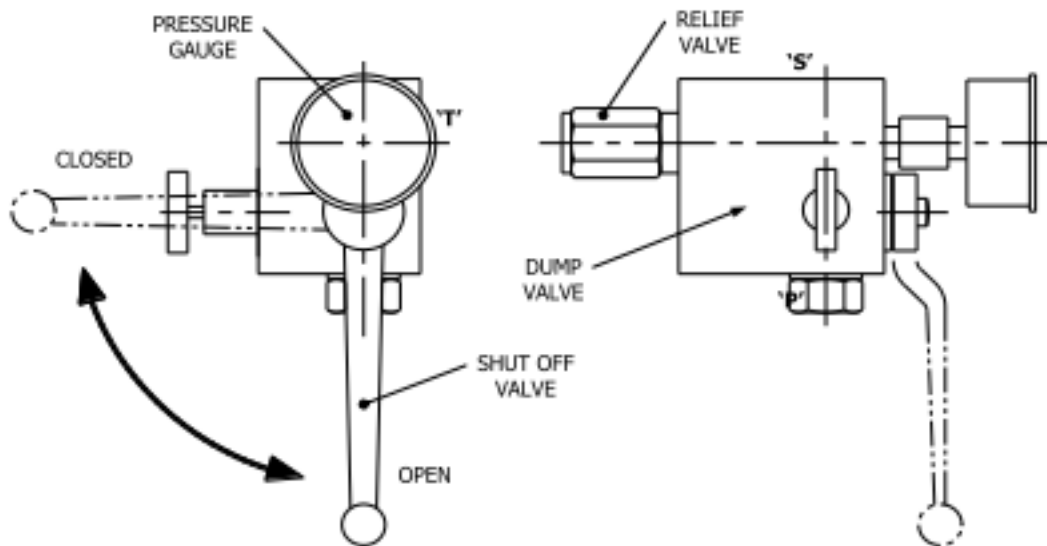

Figure 6.12 : Bloc de sécurité de l'accumulateur
- Videz toute l'huile de l'accumulateur dans le réservoir en ouvrant délicatement la vanne de décharge du bloc de sécurité. Voir figure 6.12 : Bloc de sécurité de l'accumulateur.
Quand la pression hydraulique est égale à zéro dans l'accumulateur, isolez du reste du système en positionnant la vanne d'arrêt sur « OFF » (fermé). Voir figure 6.12 : Bloc de sécurité de l'accumulateur.
- Videz toute l'huile des accumulateurs dans le réservoir en ouvrant délicatement la vanne de décharge du bloc de sécurité. Voir figure 6.12 : Bloc de sécurité de l'accumulateur.